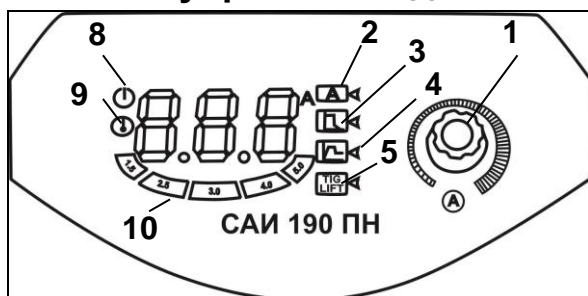

Рис.2 Элементы управления дисплеем САИ-160ПН и САИ-190ПН
2. Индикатор тока – при выборе данного режима с помощью вращения переключателя 1(рис.2,3) можно регулировать величину тока. При этом, на дисплее будет отображаться рекомендуемый диаметр электрода.
4. Индикатор функции Горячий старт (Hot Start) - при выборе данного режима с помощью вращения переключателя 1 (рис.2,3) можно регулировать величину форсажа дуги в диапазоне от 1 до 10, где каждая цифра означает увеличение тока в % («1» означает увеличение выставленного на дисплее тока на 10%, «2» - на 20%, ... «10» - означает увеличение выставленного тока на дисплее в 2 раза.